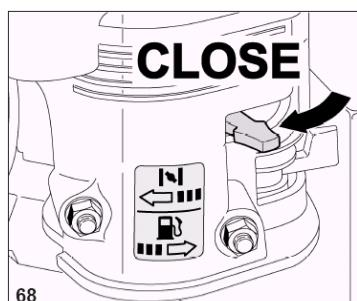

Рис.13
5. Перевести рычаг подачи воздуха в положение “CLOSE” (по часовой стрелке) (рис.13).